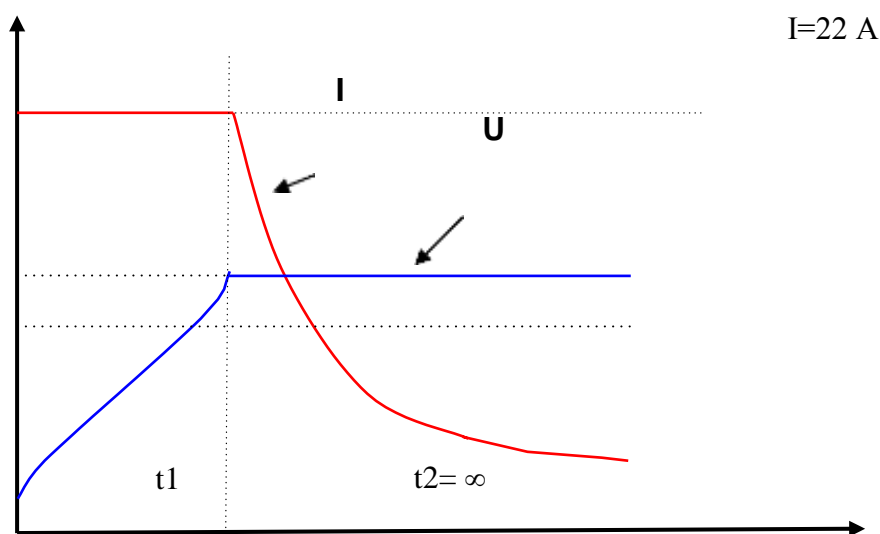

Рисунок 1. График подзаряда методом «I-U» от источника питания.
1.4.6.2. При достижении напряжения АБ величины, соответствующего его значению при температуре окружающей среды по зависимости, приведенной в приложении 1, система управления источником питания должна перевести работу канала подзаряда в режим стабилизации напряжения (рис.1).